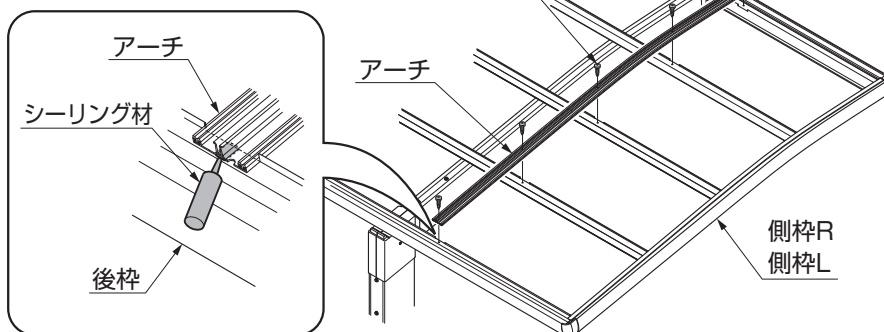
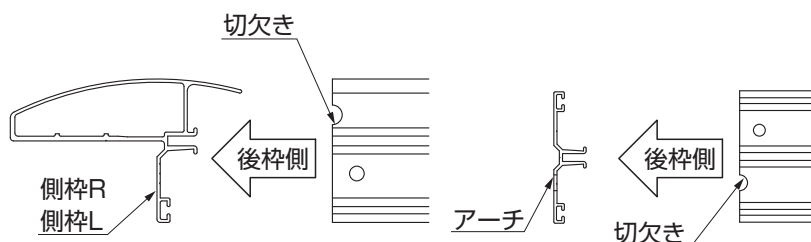

図5-3
図5-4
- 側枠R・側枠Lには左右があります。切欠きが入っている方を後枠側にしてください。(図5-4参照)
- ②前枠・後枠・母屋に側枠R・側枠Lの孔を合わせて、【12-5】で取付けてください。
- ③アーチの前後を確認して、前枠・後枠・母屋にアーチの孔を合わせて、【12-5】で取付けてください。
(図5-3、図5-4参照)
(図5-3参照)